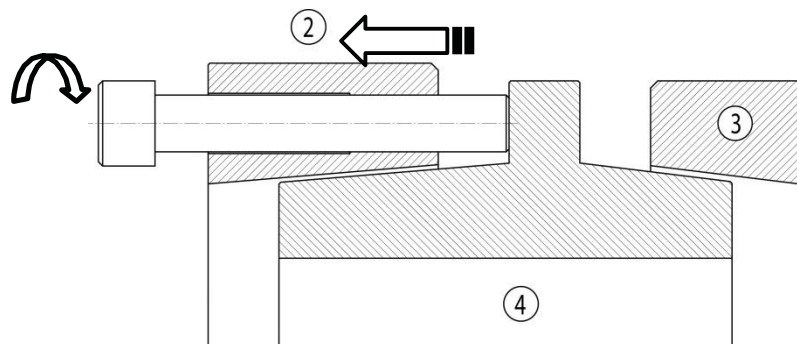

Figure 7
3. Dès que la bague arrière (3) est desserrée, positionner un maximum de vis dans les trous d'extraction de la bague avant (2) comme décrit sur la Figure 7.